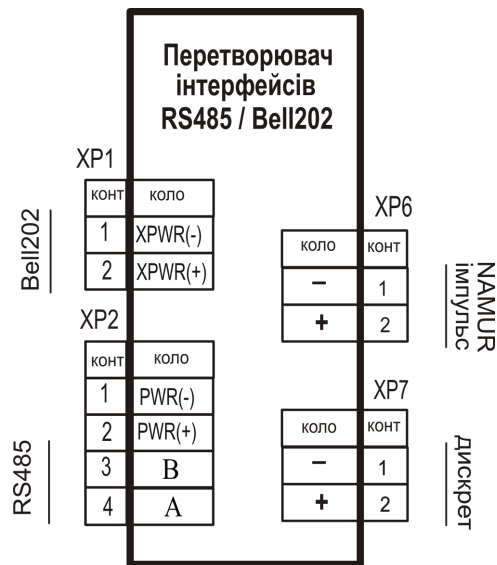

Рис. 1. Функціональна схема перетворювача
3.4 Функціональна схема перетворювача приведена на Рис. 1.